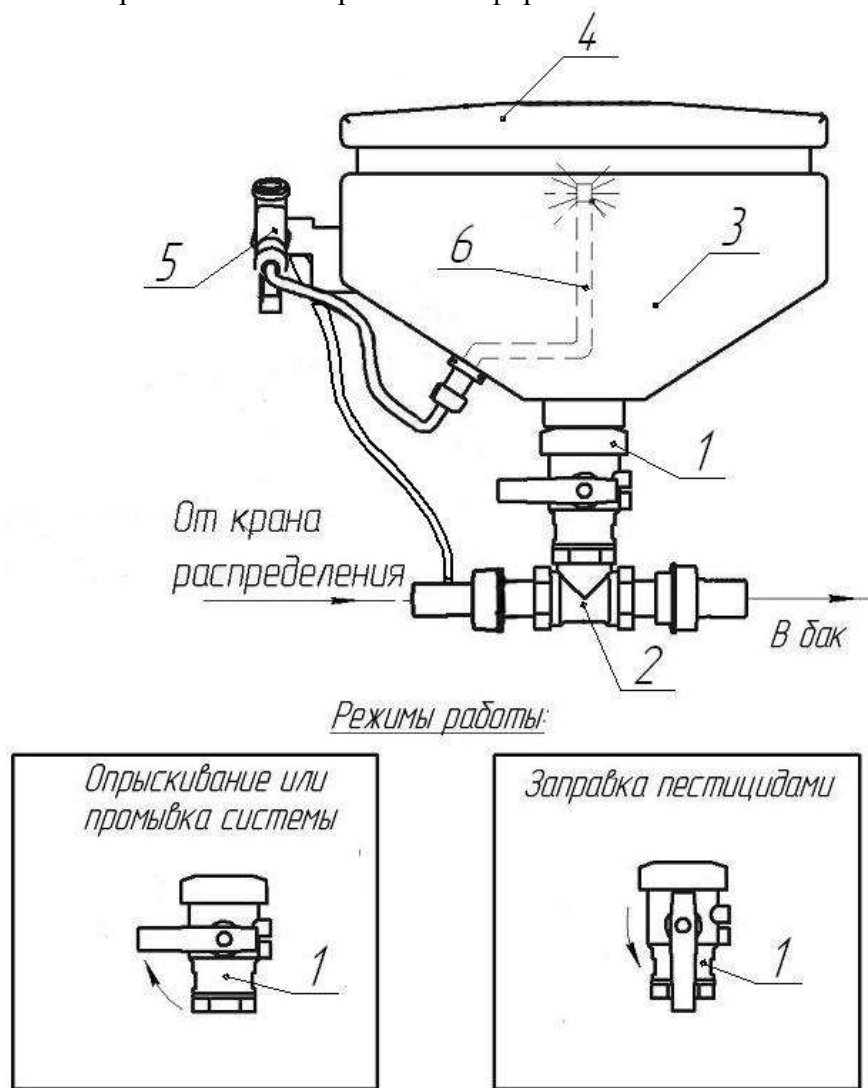
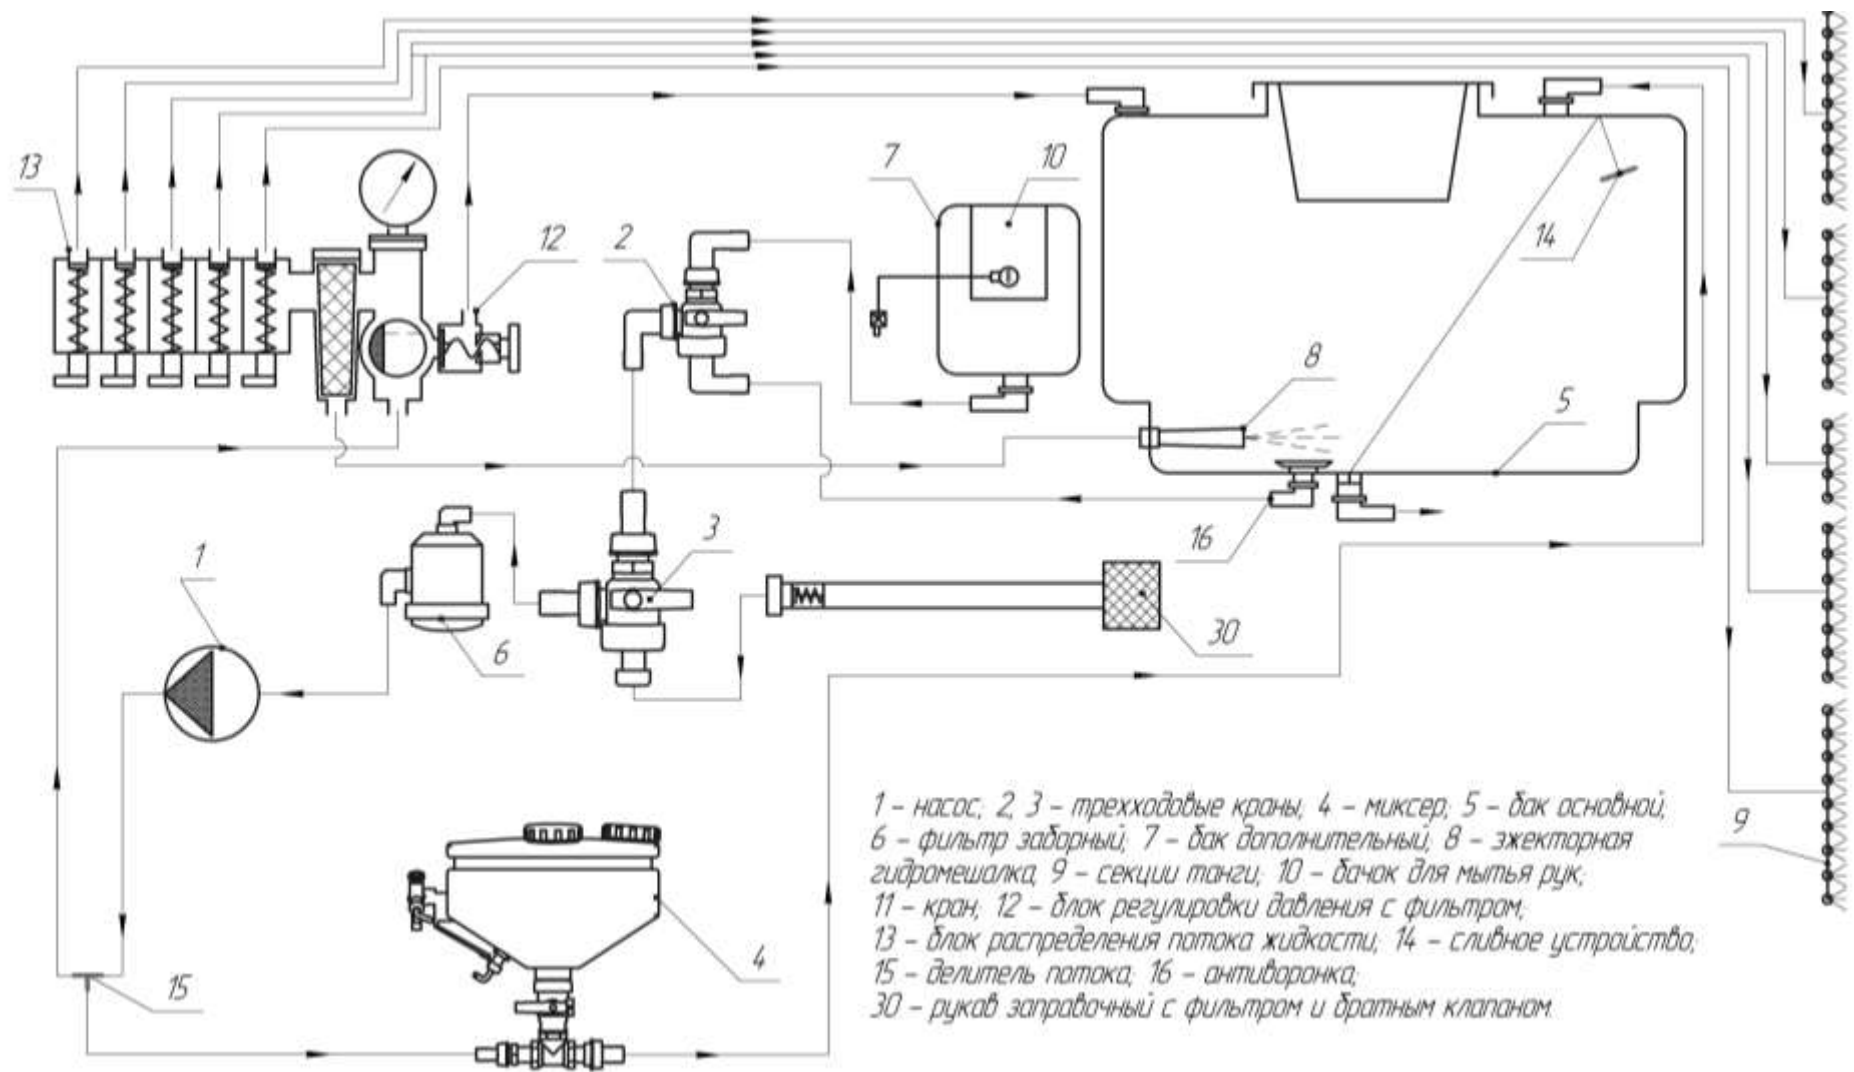

Рис. 4. Миксер.
Рис. 7. Гидравлическая схема опрыскивателя ОП-2500-18.
2.2. Устройство опрыскивателя показано на рис. 1(а,б), а основных узлов – на рис. 2-6. Гидравлическая схема приведена на рис. 7.
При установке рукоятки крана 1 (рис.4) в режим «Опрыскивание или промывка системы» миксер не используется. Жидкость от насоса направляется краном 17 (рис.7) к блоку управления.
При включении ВОМ трактора поток мощности передается на вал насоса 1 (рис. 7). Жидкость из основного бака 5 проходит через фильтр 6 и поступает в насос. При промывке системы жидкость поступает из дополнительного бака 7. Выбор режима работы осуществляется поворотом рукояток трехходовых кранов 2 и 3.